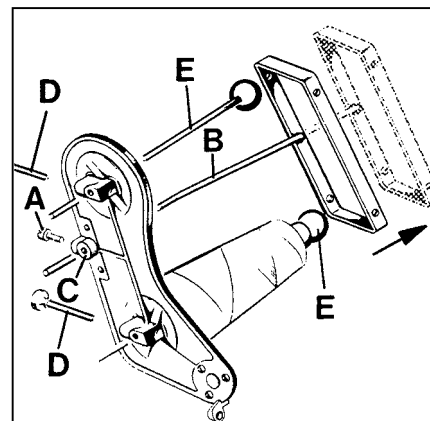

Fig.3
Loosen screw (A, Fig. 3) and set thread rod (B) so that its lower end is flush with the underside of thread cone support (C). Retighten screw (A).
Suelte el tornillo (A, Fig. 3) y ajuste la varilla del hilo (B) de manera que ligeramente roce la parte inferior del soporte del porta conos (C). Ajuste de nuevo el tornillo (A).
Loosen thumb screw(s) (D, Fig. 3) in the thread cone support, pull out the spool pin(s) (E) and remove the empty thread cone(s).
Afloje los tornillos (D, Fig. 3) del soporte del porta conos, saque los pasadores (E) y retire el cono de hilo vacío.